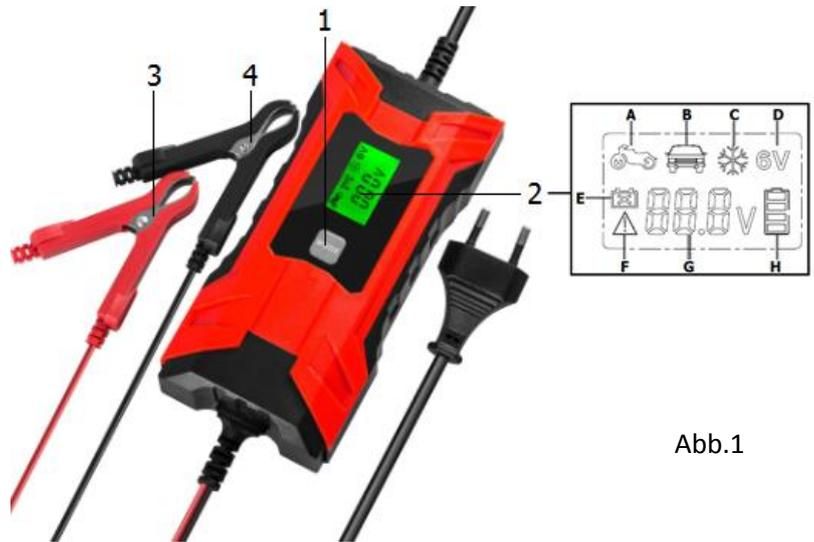

Abb.1
4. Drücken Sie die MODE-Taste, um den Lademodus auszuwählen, langsames Laden: 2A (A, Abb.1), schnelles Laden: 4A (B, Abb.1) oder Wintermodus: 4A (C, Abb.1) Wählen Sie den Wintermodus bei einer Temperatur zwischen -20°C und + 5°C. **BITTE BEACHTEN! Verwenden Sie das Ladegerät niemals zum Aufladen einer erfrorenen Batterie.**